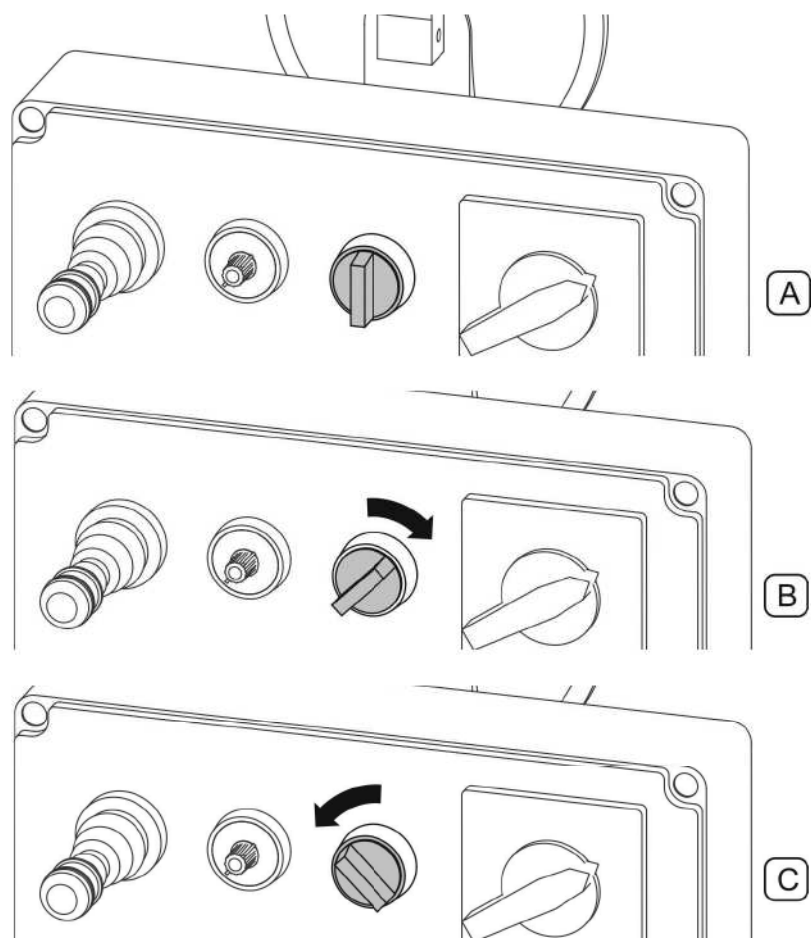
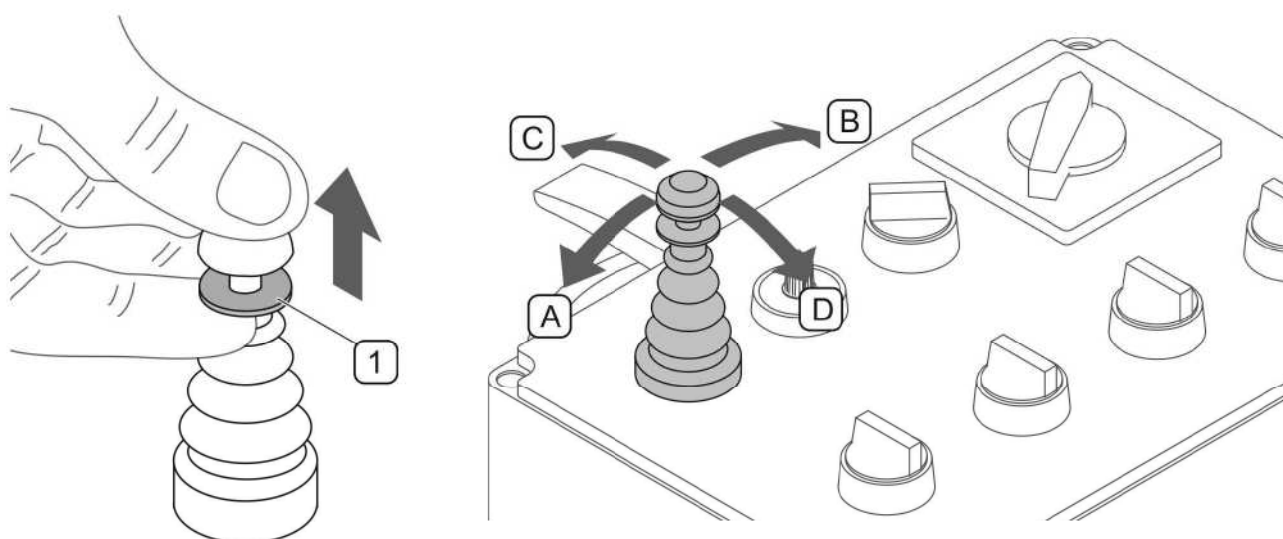

РИСУНОК 4.10А Выключатель подметающего механизма
РИСУНОК 4.13А Управление подъемом и опорожнением бункера для мусора
Для включения, выключения и подъема подметающего механизма служит трехпозиционный выключатель (РИСУНОК 4.10А). Переключение выключателя влево (С) "подметание") приводит к опусканию подметающего механизма до рабочего положения и включению привода щеток. Чтобы выключить привод щеток, необходимо переключить выключатель снова в центральное положение (А). Чтобы поднять подметающий узел, необходимо переключить выключатель вправо (В) в положение "подъем" и придержать в этом положении. Выключатель не имеет фиксации в положении (В) "подъем", отпущенный выключатель возвращается в центральное положение "выключен".
(1)- отблокирование многофункционального рычага; (A)- закрытие бункера для мусора; (B)- открытие бункера для мусора; (C)- подъем бункера; (D)- опускание бункера;
Подъем и опускание, открытие и закрытие бункера для мусора следует выполнять при выключенном подметании (РИСУНОК 4.10А положение А). Открытие, закрытие, подъем и опускание бункера для мусора осуществляется с места водителя при помощи многофункционального рычага (РИСУНОК 4.13А). В нейтральном положении рычаг заблокирован от случайного включения. Для отблокировать рычаг нужно подтянуть вверх кольцо (1) на стержне рычага.
Подъем бункера позволяет выгружать мусор непосредственно в кузов прицепа. Чтобы поднять бункер необходимо перевести рычаг (РИСУНОК 4.13А) вперед (С) и поднять бункер на необходимую высоту. Маневрируя трактором, установить бункер над местом выгрузки и открыть.